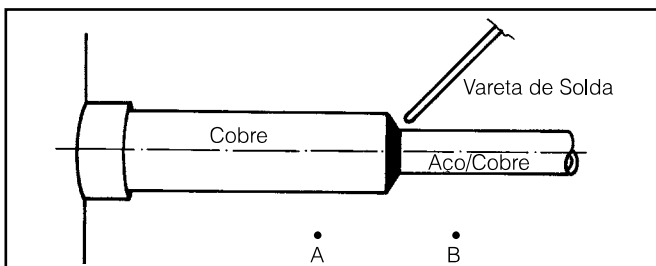

FIG. 12
3.2.3.2 Aqueça uniformemente o tubo macho e o tubo fêmea até que atinjam a temperatura ideal para a brasagem, movimentando a chama do ponto A para o B e vice versa (Fig 12).